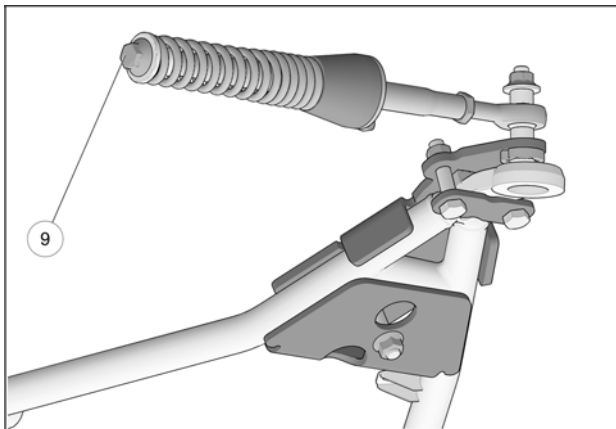

Fig. 18
9. Vérifier que le boulon du ressort (6) est serré au couple recommandé: 75 N•m [55 lb•pi]. Fig. 18